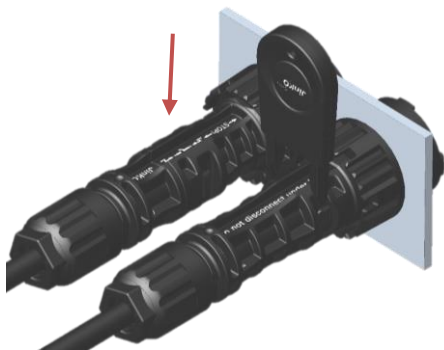

Figure 6
- ◇ 使用组装工具带有插销的一端插入连接器的卡扣位置（如图 6）
Insert the forks into the buckle of the connector by the assembly tool. (Fig. 6)